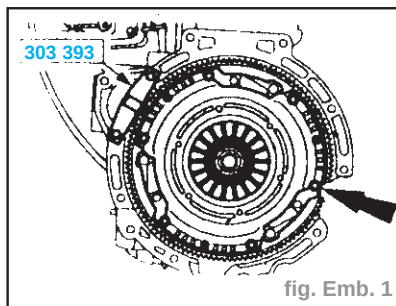

fig. Emb. 1
- Déposer les vis et soulever le plateau de pression avec le disque d'embrayage des goupilles de positionnement (fig. Emb. 1).